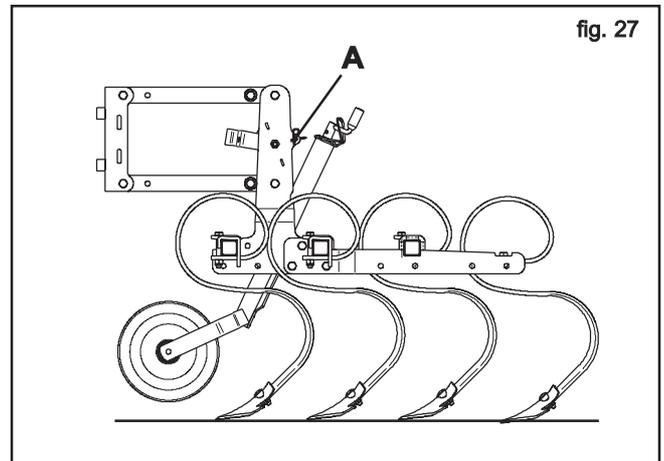

fig. 27
Vor dem Gebrauch des Geräts die Stützfüße anheben (Abb.14) und sicherstellen, dass die Feder bei allen Hackelementen in der auf Abbildung 27 dargestellten Position (A) ist. Die Feder mit dem speziellen Splint absichern.